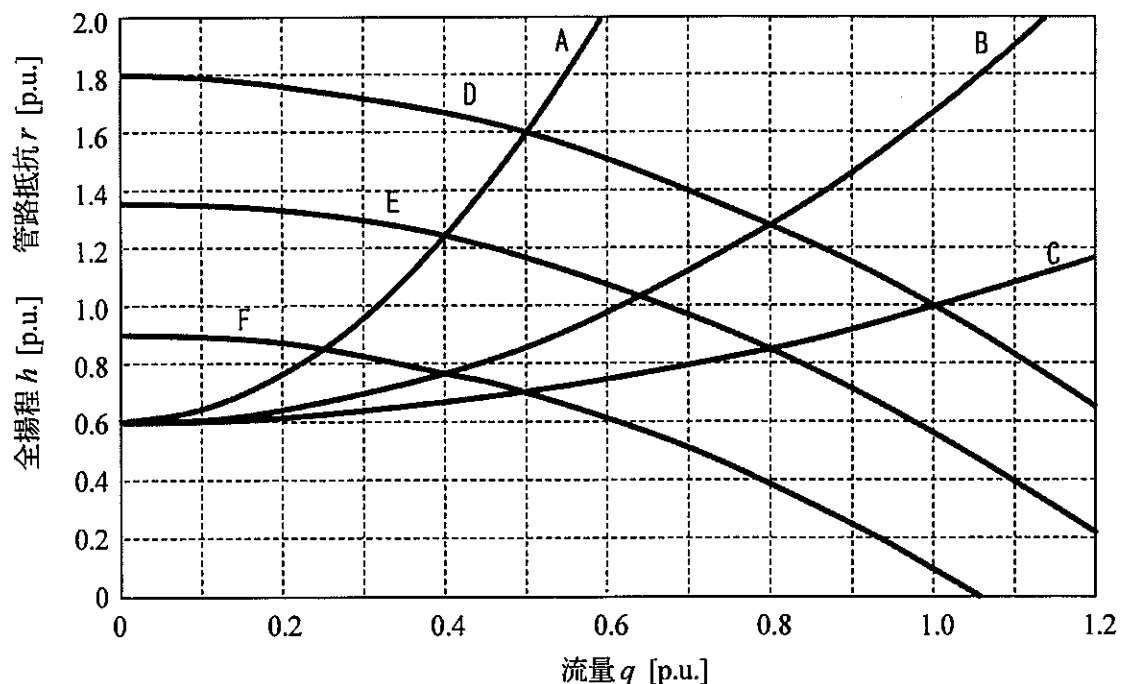

図2 流量と全揚程、管路抵抗の関係
- 1) 弁制御方式で定格の80%流量で運転した場合、図2においてポンプの全揚程は曲線 7 上の点で表され、その場合の管路抵抗は曲線 8 上の点で表される。また、速度制御方式で同じく定格の80%流量で運転した場合の全揚程は曲線 9 上の点で表される。